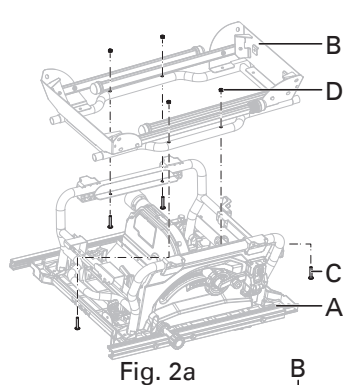

Fig. 2a
ENSAMBLAJE DEL SOPORTE (Fig. 2a-2e)
- Coloque el conjunto de la sierra de mesa (A) al revés sobre el material de protección.
- Coloque el conjunto del soporte (B) en el conjunto de la sierra de mesa (A) con cuatro tornillos de cable plana redonda M8 x 45 (C) y cuatro tuercas de bloqueo M8 (D) (dos orificios en la tabla lateral del conjunto del soporte ubicada en el almacenaje de la llave de tuercas de la cuchilla) (Fig. 2a).